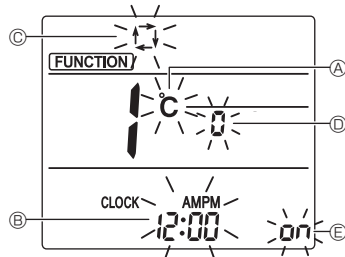

Fig. 4-8
หน้าจอการตั้งค่าจะแสดงปรากฏขึ้น (Fig. 4-8)
4.9.2. การเปลี่ยนหน่วยอุณหภูมิ (Fig. 4-8 Ⓐ)
- กดปุ่ม **TEMP** ⑤
- แต่ละครั้งที่กดปุ่ม **TEMP** ⑤ การตั้งค่าจะสลับระหว่าง **°C** และ **°F**
4.9.3. การเปลี่ยนจอแสดงเวลา (Fig. 4-8 Ⓑ)
- กดปุ่ม **TIME** ⑥
- แต่ละครั้งที่กดปุ่ม **TIME** ⑥ การตั้งค่าจะสลับระหว่าง **12:00^{AMPM}** และ **24:00^{AMPM}**
4.9.4. การเปลี่ยนโหมดอัตโนมัติ (Fig. 4-8 Ⓒ)
- กดปุ่ม **—** ⑦
- แต่ละครั้งที่กดปุ่ม **—** ⑦ การตั้งค่าจะสลับระหว่าง **1** และ **2**
4.9.5. การเปลี่ยนหมายเลขจับคู่ (Fig. 4-8 Ⓓ)
- กดปุ่ม **⬆** ④
- แต่ละครั้งที่กดปุ่ม **⬆** ④ หมายเลขจับคู่ 0-3 จะเปลี่ยน